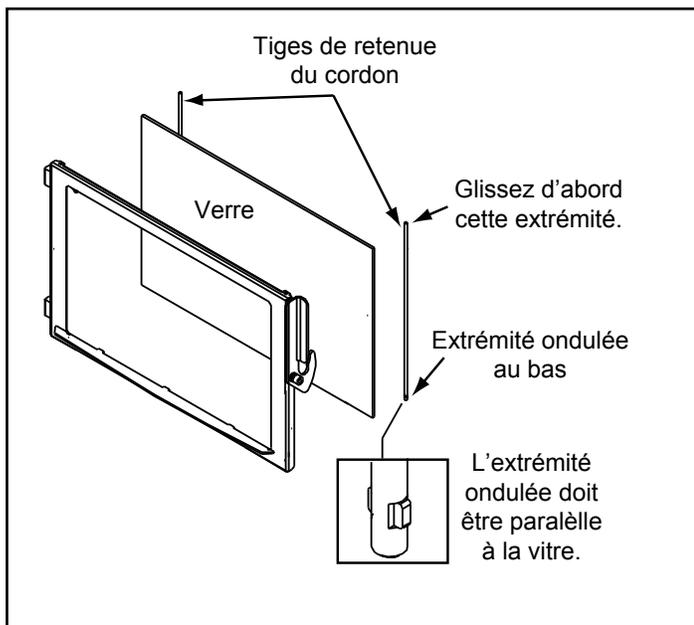

Figure 21.1
4. Glissez la tige de retenue d'abord dans le trou supérieur, puis alignez l'extrémité ondulée inférieure avec le trou de la porte. L'extrémité ondulée doit être parallèle à la vitre pour pouvoir l'insérer correctement. **Figure 21.1.**